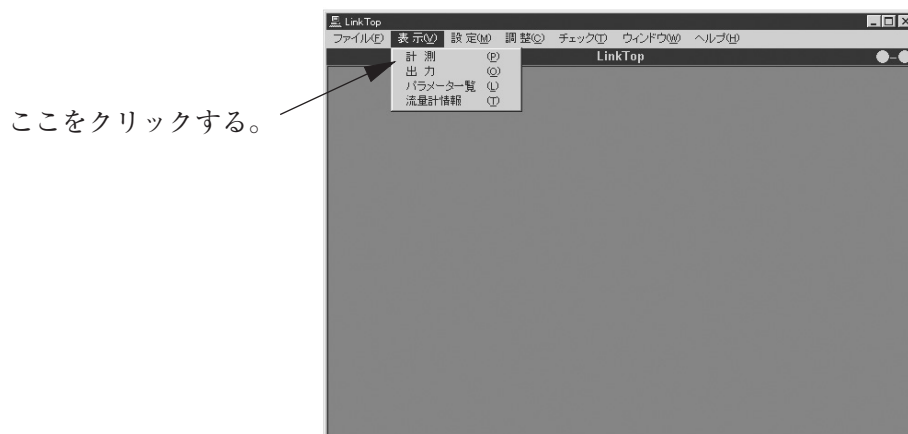

図15
- ① 図15のように画面上部メニューの「表示(V)」をクリックし、「計測(P)」を選び再度クリックします。